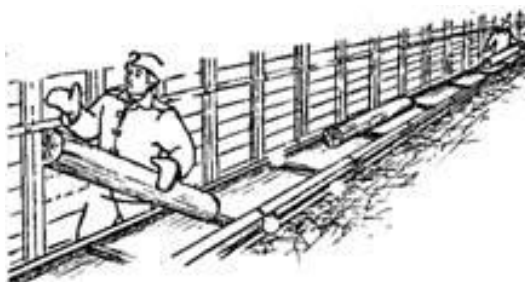

Рисунок 15
43. Вы транспортировали с напарником лесоматериалы скребковым конвейером. Он клал лесины на одном конце конвейера, Вы снимали на другом. При снятии очередной лесины передний конец ее уперся в стойку крепи штрека (рис.15).